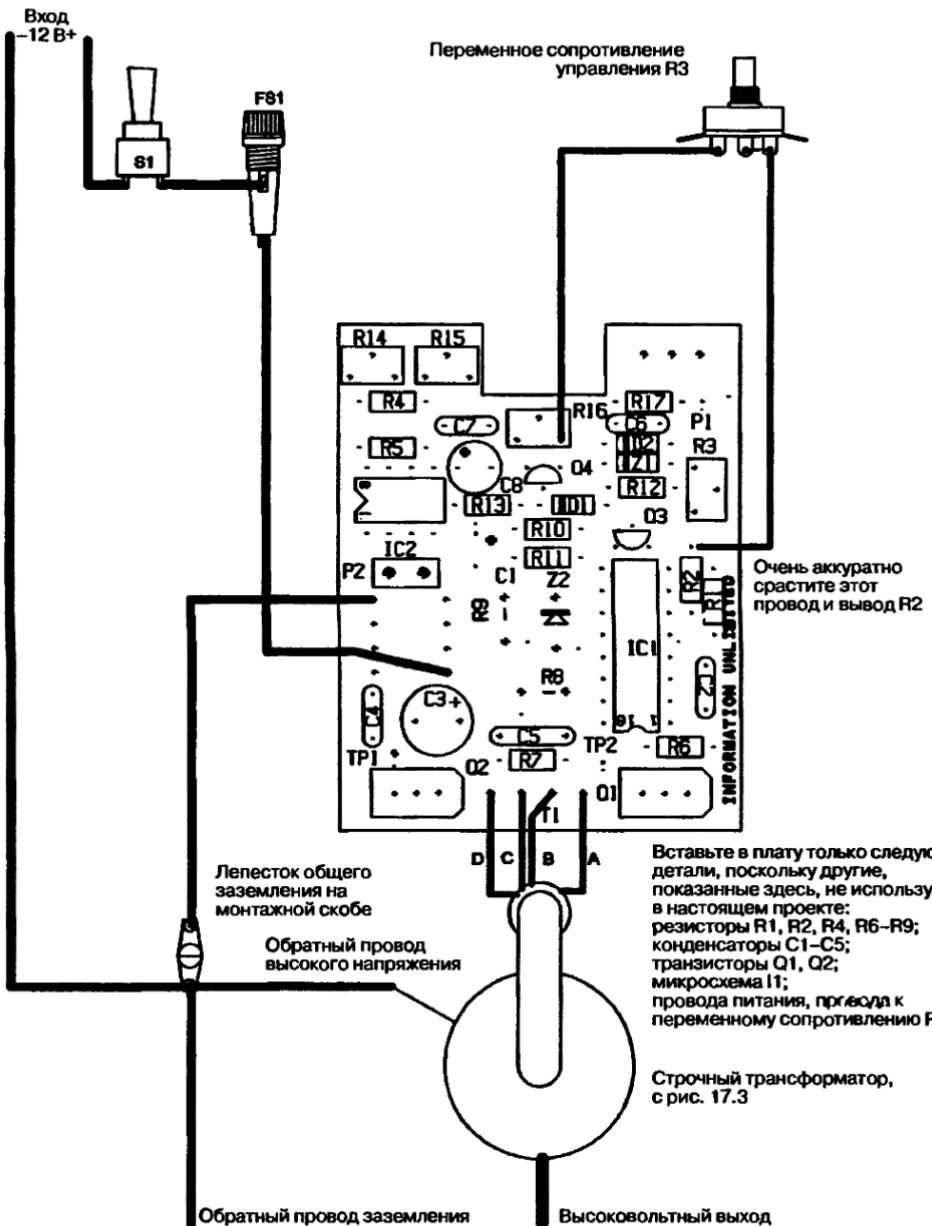

Рис. 17.6. Размещение компонентов на печатной плате PCB и внешние подключения
#### 4. Соберите плату, как показано на рис. 17.6:
5. Установите компоненты на монтажной скобе MTGBKT. Выполните соединения проводами между собранной платой, установленными на скобе деталями и выводами первичных обмоток T1, как показано на рис. 17.6 и 17.7, используя скрученный виниловый провод #20 необходимой длины. Обратите внимание на схему установки Q1 и Q2: они должны быть изолированы от теплоотвода-скобы слюдяной прокладкой. Прикрепите все детали к основанию с помощью двух винтов 6-32x $\frac{1}{2}$  и гаек SW2/NU1. Обратите внимание на лист тонкого изолирующего пластика, который должен быть помещен между печатной платой и основанием.